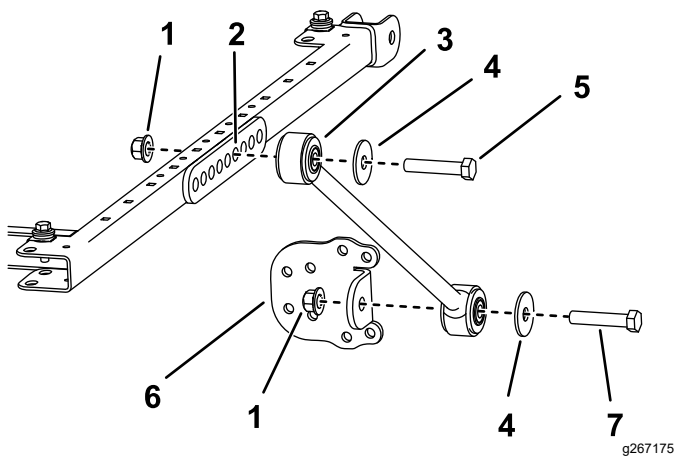

Bild 27
Loch der Strebenbefestigung, wie in Bild 27 abgebildet.
12. Befestigen Sie eine Strebenhalterung mit einer Schraube (1/2" x 2 1/2"), einer Scheibe (1/2") und einer Bundmutter (1/2") an jeder Strebe, wie in Bild 27 abgebildet.